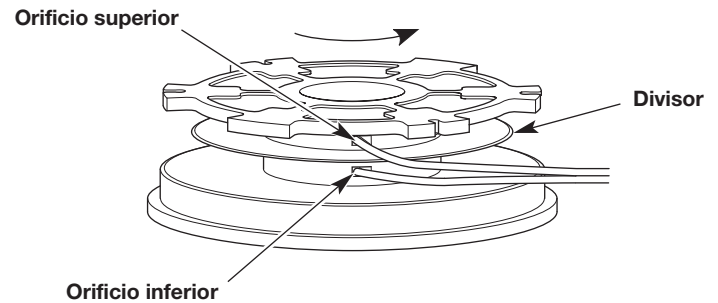

Fig. 14
2. Con uno de los extremos divididos, inserte un hilo dentro del orificio superior y otro hilo dentro del orificio inferior del carrete interior (Fig. 14).